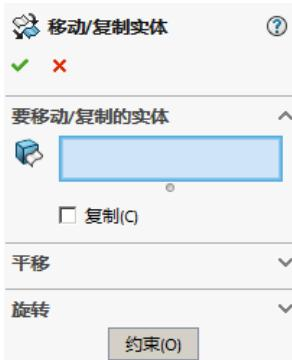

图 5.18.2 “移动/复制实体”对话框 (一)
Step2. 选择命令。选择下拉菜单 **插入(I) → 特征(E) → 移动/复制(V)…** 命令(或单击“特征”工具栏中 按钮)，系统弹出如图 5.18.2 所示的“移动/复制实体”对话框 (一)。